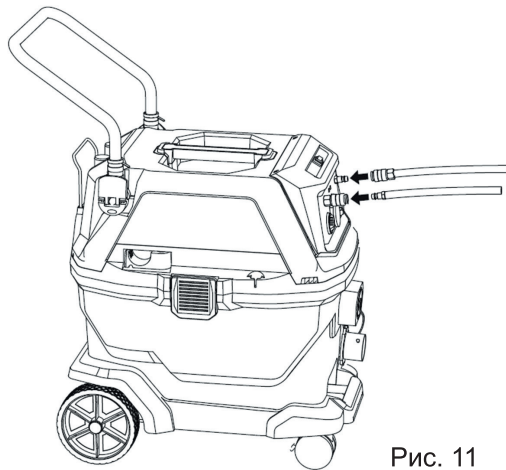

Рис. 11
- Вставьте разъем пневматического шланга инструмента в разъем для подключения пневмоинструмента (рис. 11).